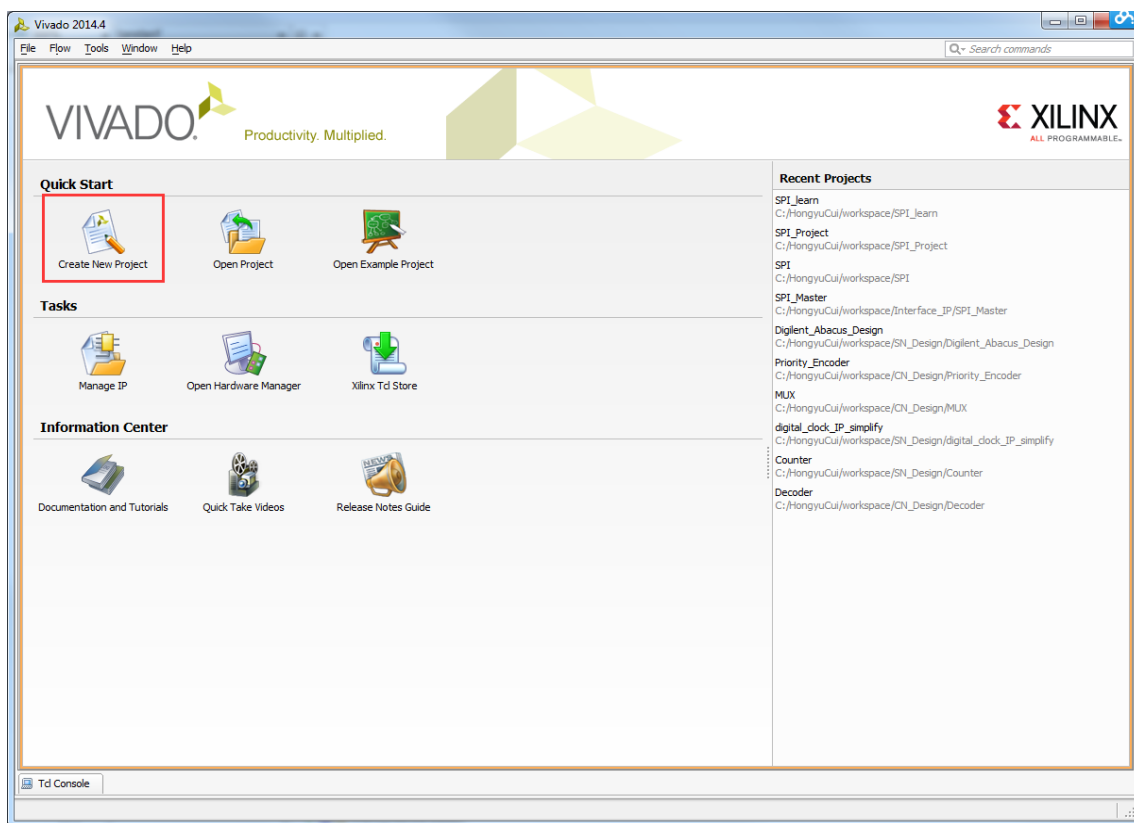

图 2-1 Vivado 初始界面
1) 打开 Vivado 设计开发软件，如图 2-1，选择 Create New Project.